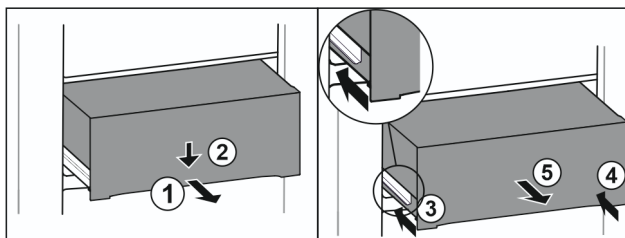

Fig. 135
- ▶ Wyciągnąć szufladę do połowy. Fig. 135 (1)
- ▶ Popchnąć szufladę z przodu w dół. Fig. 135 (2)
- ▶ Wsunąć lewą szynę o ok. 2 cm. Fig. 135 (3)
- ▶ Wsunąć prawą szynę o ok. 2 cm. Fig. 135 (4)
- ▶ Wyjąć szufladę do przodu. Fig. 135 (5)